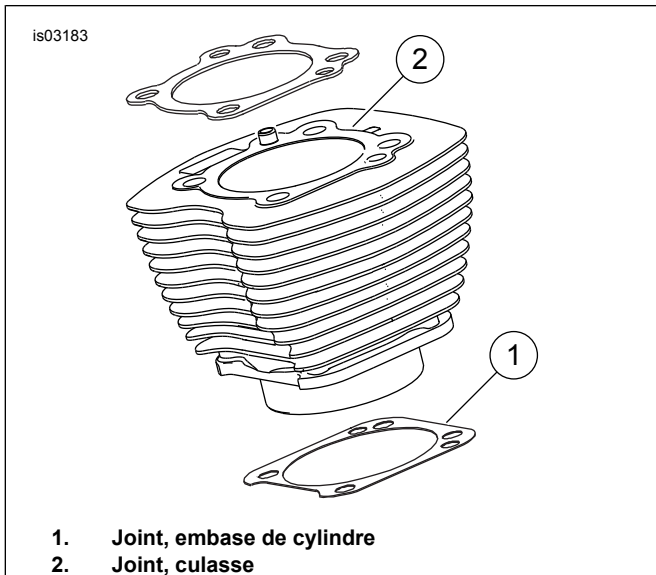

Figure 1. Joints de cylindre
Figure 1. Le joint de base de cylindre de 4,060 po (1) et le joint de culasse (2) éliminent la nécessité des joints toriques. Ne pas utiliser de joints toriques sur les goujons de cylindre ou les emboîtements de cylindre.